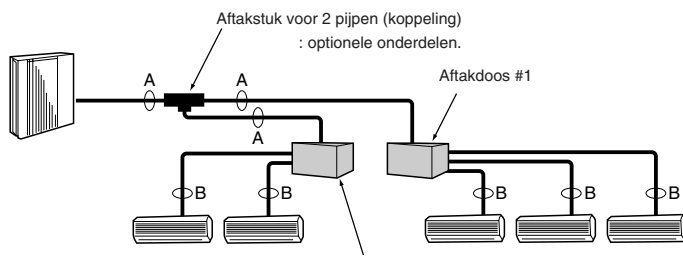

Fig. 5-2
5.4. Pijpdiameter selecteren (Fig. 5-2)